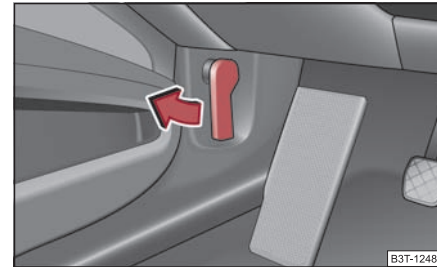

Abb. 14 Entriegelungshebel für Motorraumklappe
- Ziehen Sie am Entriegelungshebel unterhalb der Schalttafel auf der Fahrerseite ⇒ Abb. 14.
Weitere Hinweise ⇒ Abb. 14. ■